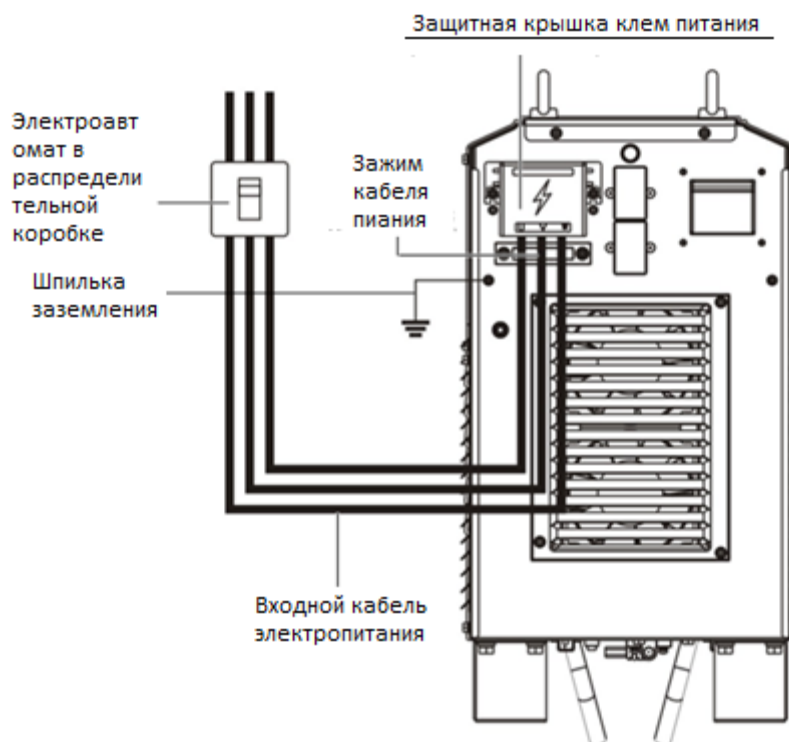

Рис. 2-10 Схема соединения силового кабеля на стороне входа электропитания
2. Снимите защитную крышку с входных клемм. См. Рис. 2-10.